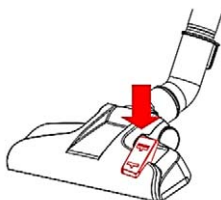

Fig. 12
3. Ca în **Fig.12**, călcați pe pedala periei pentru a da drumul la perii și puteți curăța podeaua.